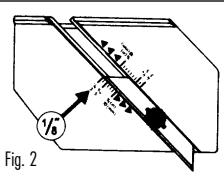

Fig. 2
- Set the back tip of the blade in the channel at the desired depth of cut (Fig. 2).
- Die rückseitige Spitze der Klinge in den Kanal an die gewünschte Schnittseite setzen (Abb. 2).
- Réglez l'arrière de la lame, dans la rainure, à la profondeur de coupe désirée (figure 2).
- Coloque la punta posterior de la hoja en el canal a la profundidad de corte deseada (Fig. 2).
- Inserire la punta posteriore della lama nel canale alla profondità di taglio desiderata (Fig. 2).